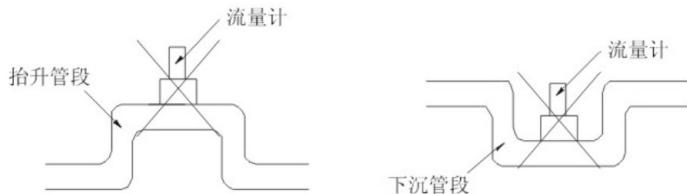

图 6-1 不良安装部位示意图
- 为了保证具有高的测量精度，流量计应安装在水平管道上，并使流量计上流向指示箭头的方向与液体的流向一致，如必须垂直安装，应使液体的流向自下而上，以确保流量计的主体内充满液体（见图6-1）。